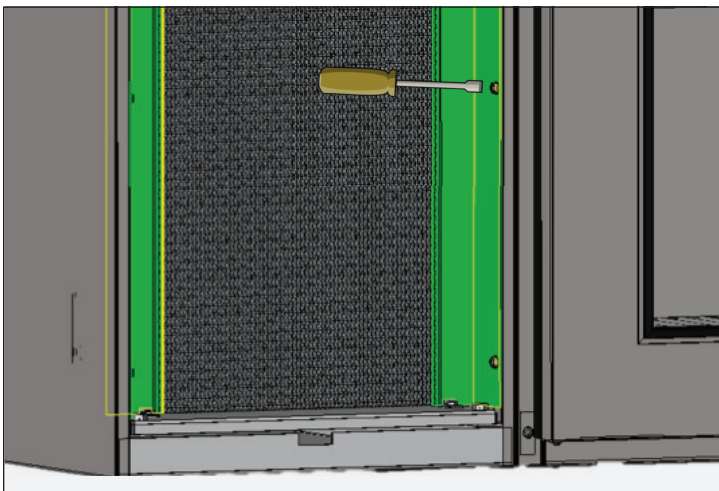

Abb. 6 Halterungen der Verflüssigerrohre entfernen
7. Halterungen der Verflüssigerröhren entfernen. Siehe Abb. 6.